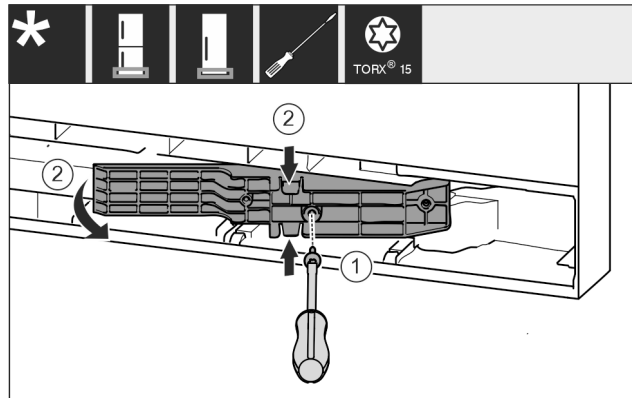

Fig. 8 *
- ▶ Śruby odkręcić przy pomocy śrubokręta T15. Fig. 8 (1)*
- ▶ Wyciągnąć element adaptera. Fig. 8 (2)*